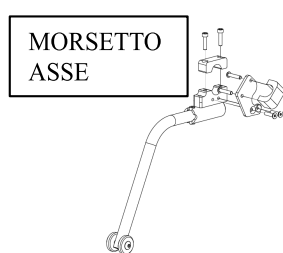
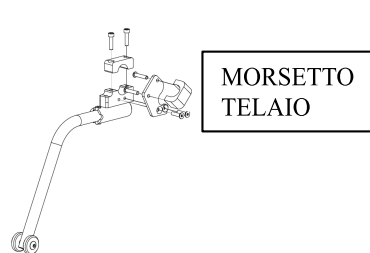

FIG. 1
FIG. 2
- Fissate il morsetto alla piastra di fissaggio (Fig. 1).
- Montate il morsetto sull'asse (Fig. 1/2).
- Montate secondo morsetto sul telaio (Fig. 2).
- Infilare un'apposita leva tra il cerchio e la spalla della copertura in modo che ribaltando la leva, il fianco della copertura esca (fig.1 e 2)
- Inserire l'ultima parte di spalla aiutandosi con le apposite leve eseguendo a ritroso le istruzioni rappresentate dalle Fig. 3, Fig. 2 e Fig. 1.